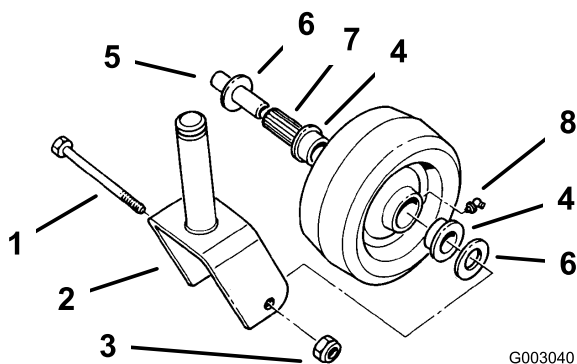

Figure 37
1. Enlevez le contre-écrou et le boulon de fixation de la roue pivotante à la chape (Figure 37).
2. Enlevez une bague, puis sortez la douille pour clé et le roulement à rouleaux du moyeu de roue (Figure 37).
3. Enlevez l'autre bague du moyeu, puis nettoyez la graisse et les saletés éventuellement présentes dans le moyeu (Figure 37).
moyeu. Remplacez les pièces endommagées ou usées (Figure 37).
5. Pour le remontage, placez une bague dans le moyeu de la roue. Lubrifiez le roulement à rouleaux et la douille pour clé, et insérez-les dans le moyeu. Mettez la deuxième bague dans le moyeu (Figure 37).
6. Montez la roue pivotante dans la chape à l'aide du boulon et du contre-écrou. Serrez le contre-écrou jusqu'à ce que la base de la douille pour clé soit en appui contre l'intérieur de la chape (Figure 37).